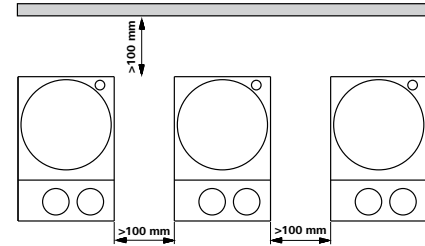

Fig. 3
- Jälgige nõutud minimaalseid kauguseid seadmete vahel, seadme ja seina ning konstruktsiooni kohal (vähemalt 800 mm), (Fig. 3).